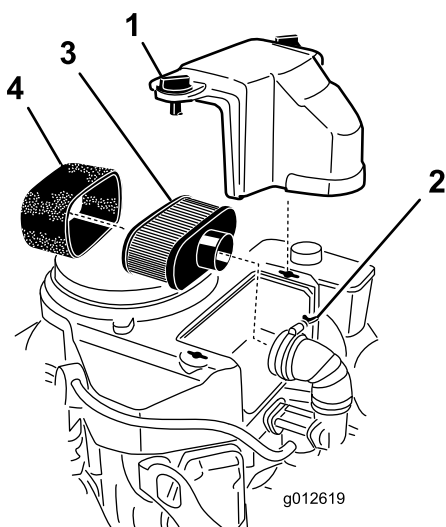

Figure 28
3. Nettoyez la surface autour du filtre à air pour éviter que des impuretés n'endommagent le moteur en tombant à l'intérieur (Figure 28).
4. Desserrez les boutons du couvercle et déposez le couvercle du filtre à air (Figure 28).
5. Desserrez le collier et déposez le filtre à air (Figure 28).
- Sortez délicatement l'élément en mousse de l'élément en papier (Figure 28).
- Nettoyez l'élément en papier en le tapotant pour faire tomber la poussière. Remplacez-le s'il est très encrassé (Figure 28).
- Glissez délicatement l'élément en mousse sur l'élément en papier (Figure 28).
- Posez le filtre à air complet sur sa base ou sur le flexible et fixez-le en position (Figure 28).
- Mettez le couvercle du filtre en place et serrez les boutons (Figure 28).